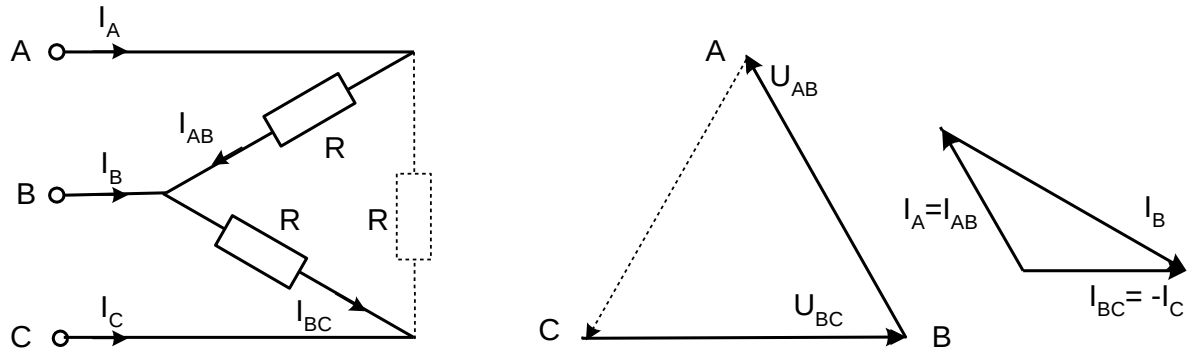

Рис. 4.15.
**При обрыве одной фазы нагрузки** (рис. 4.15) ток этой фазы становится равным нулю, а в оставшихся двух фазах ток не меняется. Два линейных тока уменьшаются в  $\sqrt{3}$  раз, т. е. становятся равными фазному току, а третий остаётся неизменным.
**При одновременном обрыве линейного провода и одной фазы** нагрузки цепь также становится однофазной (рис. 4.15 и 4.16).